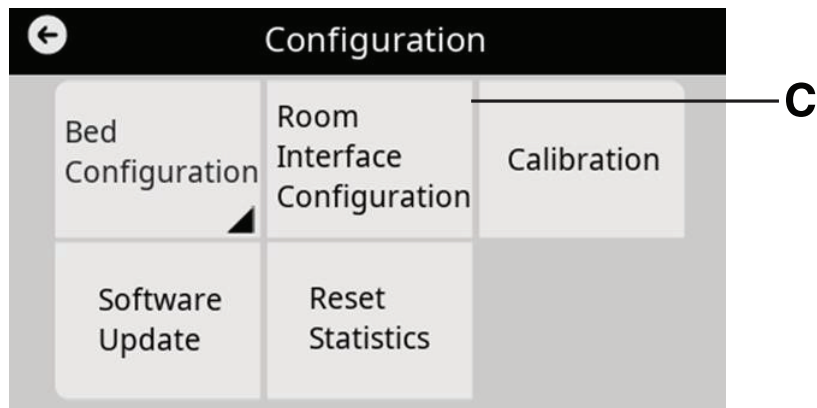

Abbildung 6 – ProCuity Konfigurationsmenü
4. Im Konfigurationsmenü **Konfiguration der Zimmerschnittstelle** (C) auswählen (Abbildung 6).